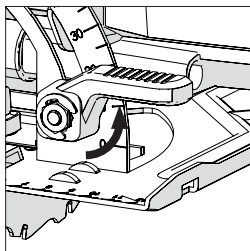

Рис. 13
- Потяните рычаг регулирования вверх и снимите блокировку устройства регулирования угла наклона в передней части устройства. **(Рис. 13)**